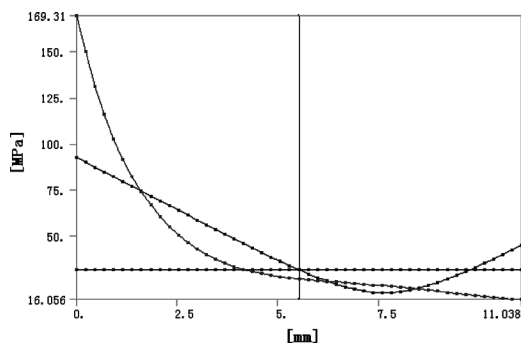
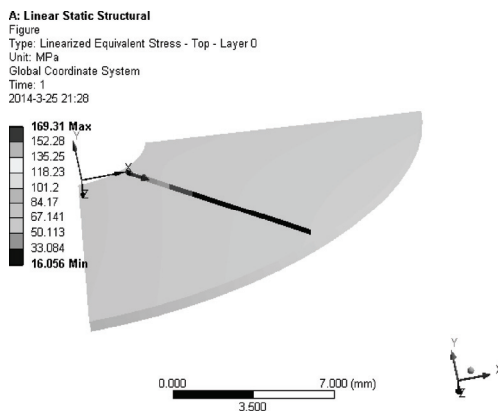

图 7-38 路径应力数据图 1
图 7-39 路径显示 1
2) 在 Outline 树结构图中的 Linearized Equivalent Stress 上单击右键，在弹出的快捷菜单中选择 Evaluate All Results，此时进行求解，求解后得到的图形如图 7-38 和图 7-39 所示。